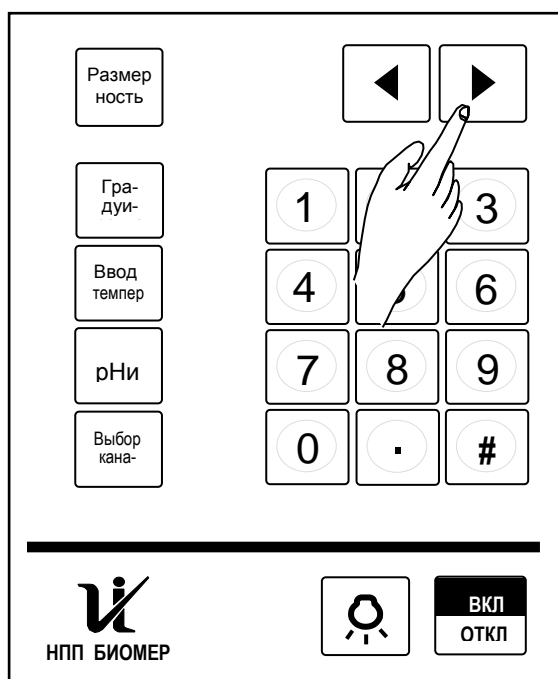
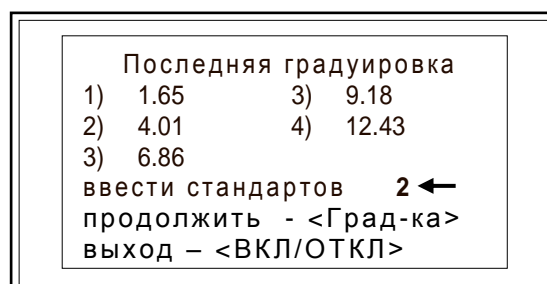

Рисунок 34
Рисунок 35
4.13.2.8 Выбрать, кнопками «◀» или «▶» (рис. 34), количество образцовых растворов, по которым будет проводиться градуировка (указывается в методиках измерения, наиболее часто используются два раствора). Оно отображается на табло после надписи «ввести стандарты» (рис. 35).